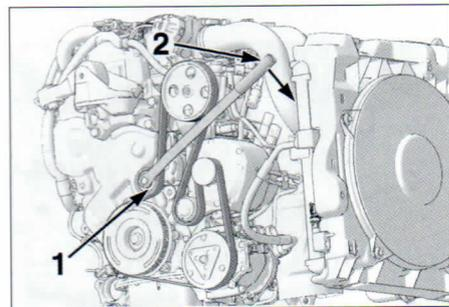

FIG.11
- Actuar sobre el rodillo tensor (1) con el útil 0188-Z (2) (fig. 11) o una llave hexagonal hasta insertar un pasador de 4 mm en el taladro A (fig. 10).